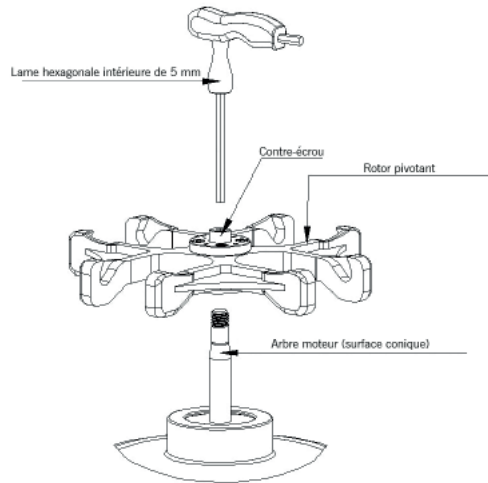

Figure 4 : Schéma d'installation du rotor
Les étapes de l'installation du rotor sont les suivantes (comme indiqué à la figure 4)
- Comme le montre la figure 4, préparez le rotor à utiliser. Tenez le rotor à deux mains, alignez le trou central du rotor avec l'arbre du moteur, placez-le verticalement et sur la partie inférieure de la surface conique de l'arbre. Relâcher les deux mains, presser à nouveau le rotor avec les deux mains.